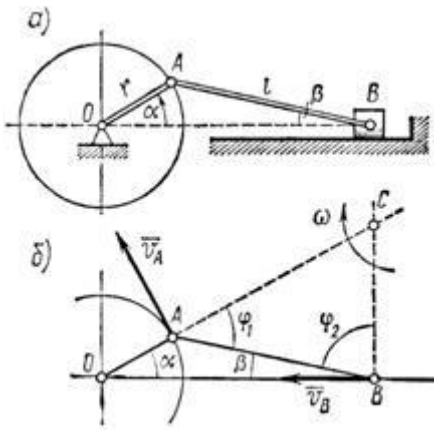

Рисунок 4
4. Кривошип $OA = r = 40$ см кривошипно-шатунного механизма (рис. 4, а) вращается с угловой скоростью $\omega = 25$ рад/с. Длина шатуна, приводящего ползун В в возвратно-поступательное движение вдоль горизонтальных направляющих, равна $AB = l = 100$ см. Определить скорость ползуна В в тот момент, когда кривошип OA образует с горизонталью угол $\alpha = 30^\circ$.